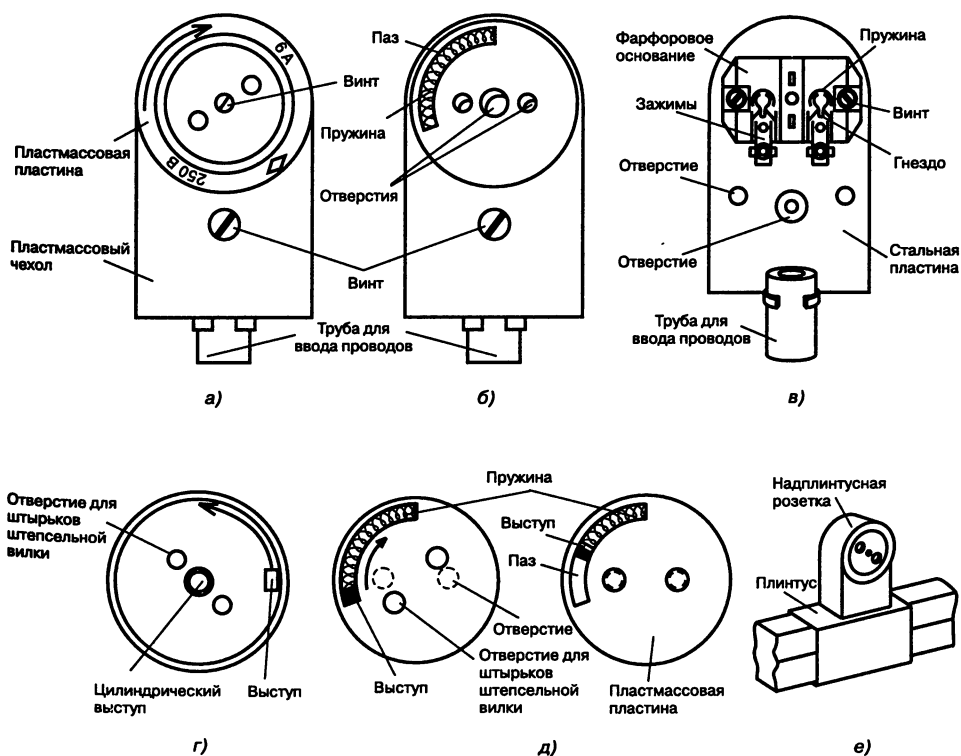

Рис. 2.3. Защищенная надплинтусная розетка
**Принцип автоматического закрывания гнезд** поясняет рис. 2.3, д. Пружина давит на выступ (рисунок слева), отверстия не совпадают с отверстиями, поэтому гнезда закрыты. Поворачивая деталь по стрелке, совмещают отверстия и вставляют вилку. При этом выступ, переместившись в пазу, сжимает пружину (рисунок справа). Когда вилку вынимают,
Одиночная штепсельная розетка над плинтусом изображена на рис. 2.3, е. Устройство ее видно на рис. 2.3, а—г. Ее особенностью является то, что в обычных условиях доступ к гнездам закрыт.
Чтобы вставить вилку, нужно, как уже отмечалось, повернуть пластину, закрывающую гнезда. Когда вилку вынимают, гнезда автоматически закрываются. На неподвижном пластмассовом чехле (рис. 2.3, а) вокруг винта может поворачиваться пластмассовая деталь с двумя отверстиями для штырьков штепсельной вилки. Труба служит для ввода проводов.
Рис. 2.3, б показывает розетку со снятой пластмассовой пластиной. В пазу видна пружина. Отверстия находятся напротив гнезд. В центральное отверстие входит цилиндрический выступ, который виден на рис. 2.3, г, где изображена внутренняя сторона пластмассовой пластины. Обратите внимание на выступ, который в собранной розетке входит в паз и при поворачивании пластмассовой пластины сжимает пружину.
Вывернув винт из отверстия, можно снять чехол (рис. 2.3, в) и тогда будет видна стальная пластина. К ней винтами привинчено фарфоровое основание, на котором укреплены гнезда, сжимаемые пружинами, и зажимы. Для крепления к стене сделаны отверстия.